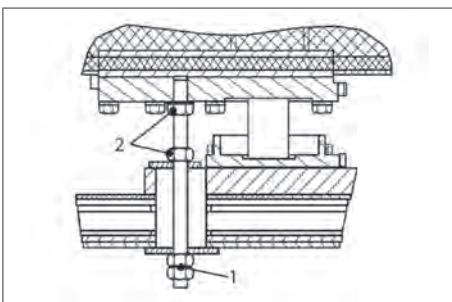

Abbildung 78
2. Lockern Sie die obere Mutter (Abb. 78 | 2) zwischen Palletank® und Behälterrahmen.